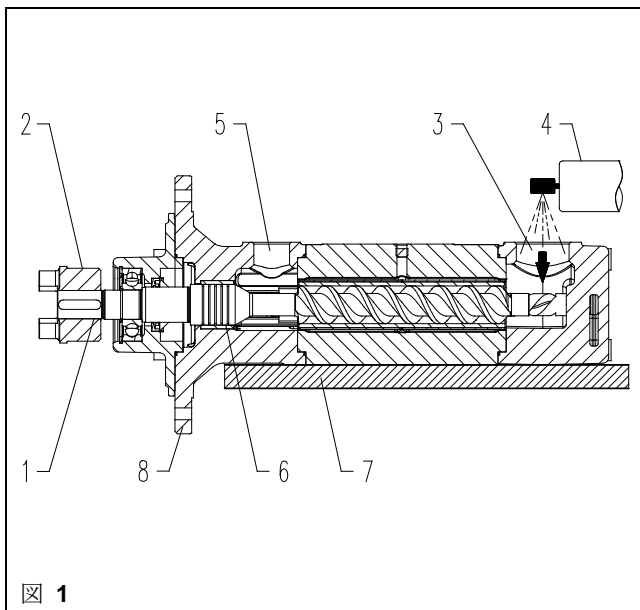

図 1
6. ねじ込み口を上にして、ポンプを作業台 (7) に水平に置きます。フランジ(8)は表面に接触していなくても構いません。図 1 をご参照下さい。
8. モータシャフトをできるだけ早く反時計回りに回して下さい。これによって調整穴 (6) から残りの液を排出して下さい。
- 7.1 項を参照の上、吸込みライン、圧力ラインを右の図1のように接続して下さい。